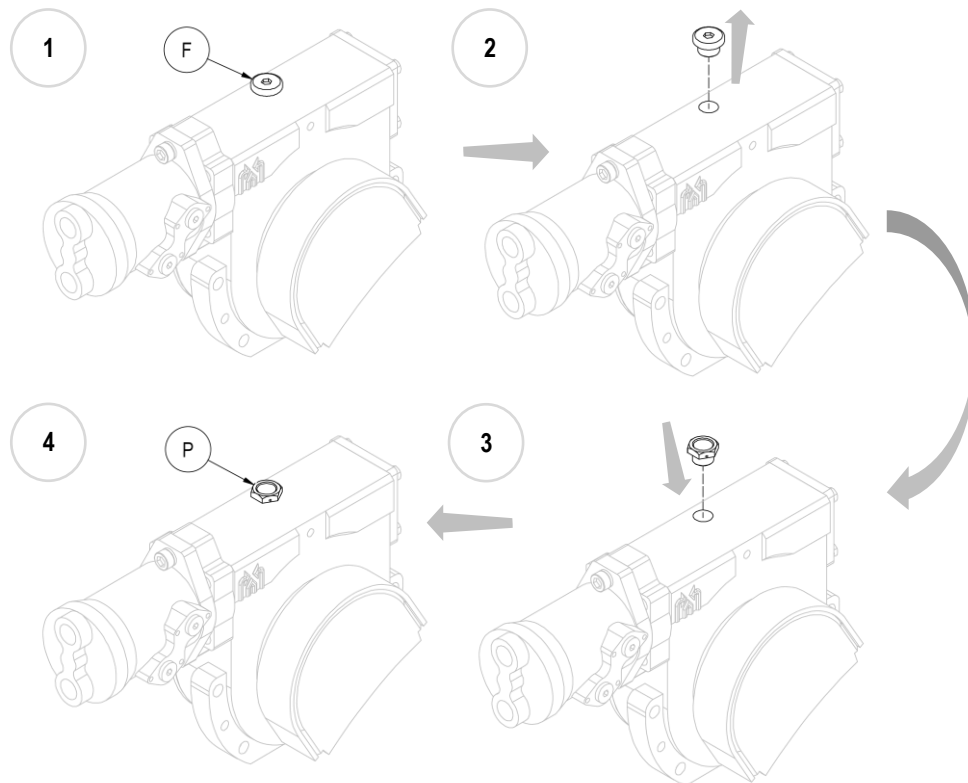

Figura 5
10. **N.B.** Ad attrezzatura montata, prima dell'utilizzo, sostituire il tappo cieco di rabbocco olio in ferro (F) con quello in plastica fornito in dotazione (P), provvisto di sfiato (vedi *Figura 5*).